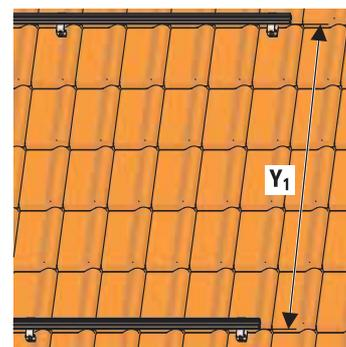

Figure 3-16 Montez les rails de profilé supérieurs (pour les dimensions, voir Tab. 3-2)
16. Montez le rail supérieur à une distance Y_1 du rail inférieur (Figure 3-16) (montage semblable au rail inférieur). Veillez à ce que le rail supérieur forme une surface à plan parallèle pour l'installation des capteurs solaires plats en liaison avec le rail inférieur et la hauteur de réglage.